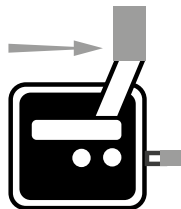

Рис. 8
1. Установите рукоятку оборотов в положение «Включено» (ON) (Рис. 8).